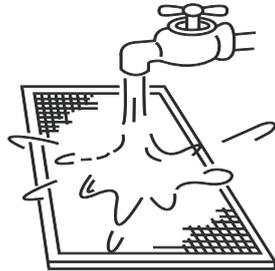

Figura 14.3
- Il lato della presa d'aria deve essere rivolto verso il basso quando si usa acqua pulita (fare riferimento alla Figura 14.3).